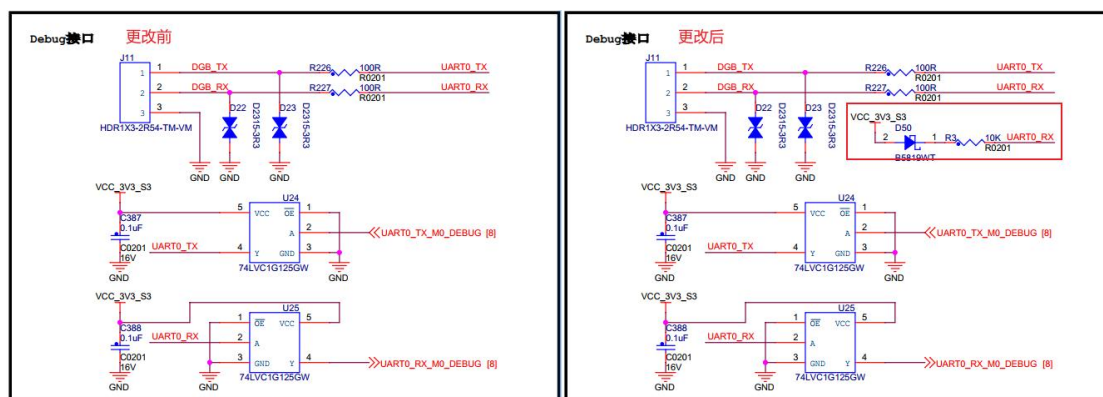

图 5
5. Debug 串口的 UART0_RX 网络添加 10K 电阻和 B5819WT 二极管(防倒灌)上拉到 VCC_3V3_S3 电源, 解决板子先上电再接 Debug 串口模块无法操作串口或者串口无打印的问题, 更改前后对比如图 5 所示。